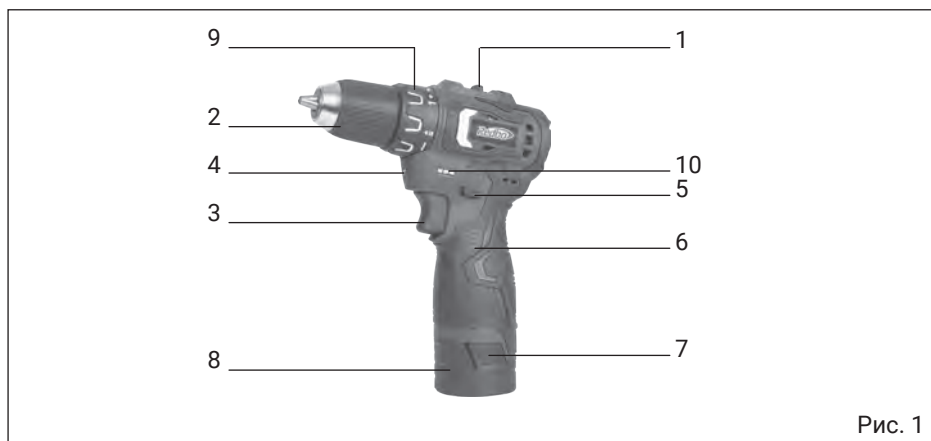

Рис. 1
Шуруповерт состоит из электродвигателя постоянного тока и редуктора с 2-х скоростным планетарным маханизмом в пластиковом прорезиненном корпусе. В передней части расположен сверлильный быстрозажимной патрон (рис. 1, поз. 2), муфта установки значения крутящего момента и включения функции сверления (рис. 1, поз. 9), сверху переключатель скоростей (рис. 1, поз. 1). Для начала работ необходимо нажать на выключатель (рис. 1, поз. 3), при нажатии включится электромотор шуруповерта и подсветка рабочей зоны (рис. 1, поз. 4), в зависимости от усилия нажатия на выключатель рабочие обороты можно или понижать или увеличивать. Возможность производить смену направления вращения, выбрать необходимое направление нажав на кнопку (рис. 1, поз. 5).
- работу переключателя скоростей (рис. 1, поз. 1);
- работу выключателя (рис. 1, поз. 3)
- для отсоединения аккумулятора нажмите на кнопку отсоединения аккумулятора (рис. 1, поз. 7).
- одной рукой зафиксировать кольцо патрона (рис. 1, поз. 9), другой рукой вращать переднюю часть патрона против часовой стрелки до разведения кулачков патрона на необходимое расстояние для установки инструмента (сверла или биты).
С помощью переключателя скоростей (рис. 1 поз. 2) можно выбрать оптимальное соотношение количества оборотов и крутящего момента.
- Переключатель направления вращения (рис. 1, поз. 4) можно зафиксировать в трех положениях:
- в среднем положении блокируется выключатель (рис. 1, поз. 5) это положение необходимо для избежания непреднамеренного пуска во время смены рабочего инструмента.
- для включения дрели необходимо нажать на выключатель (рис. 1, поз. 3):
- для выключения дрели отпустите выключатель (рис. 1, поз. 3).
Плавное регулирование количества оборотов можно контролировать усилием нажатия на выключатель (рис. 1, поз. 3).